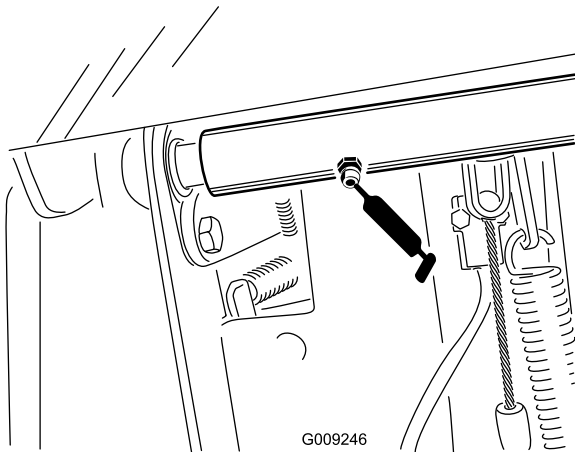

Bild 36
- Zwei Bremspedal-Drehzapfen der Wellenlager (Bild 36)